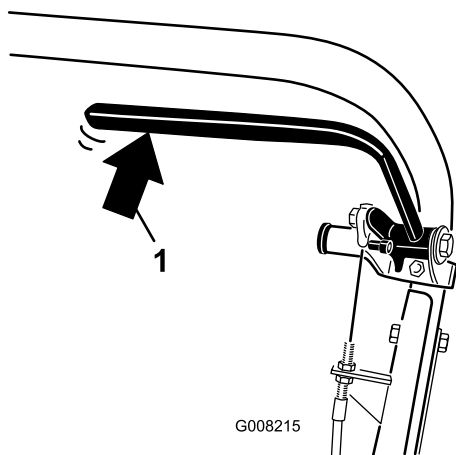

Figura 38
2. Usando una balanza de muelle, presione hacia atrás la palanca del freno de servicio (Figura 38). El freno de estacionamiento debe quitarse al alcanzar una fuerza de 13,5 a 18 kg. Si el freno de estacionamiento se desactiva antes de alcanzar la presión de 13,5 a 18 kg, ajuste el cable del freno.